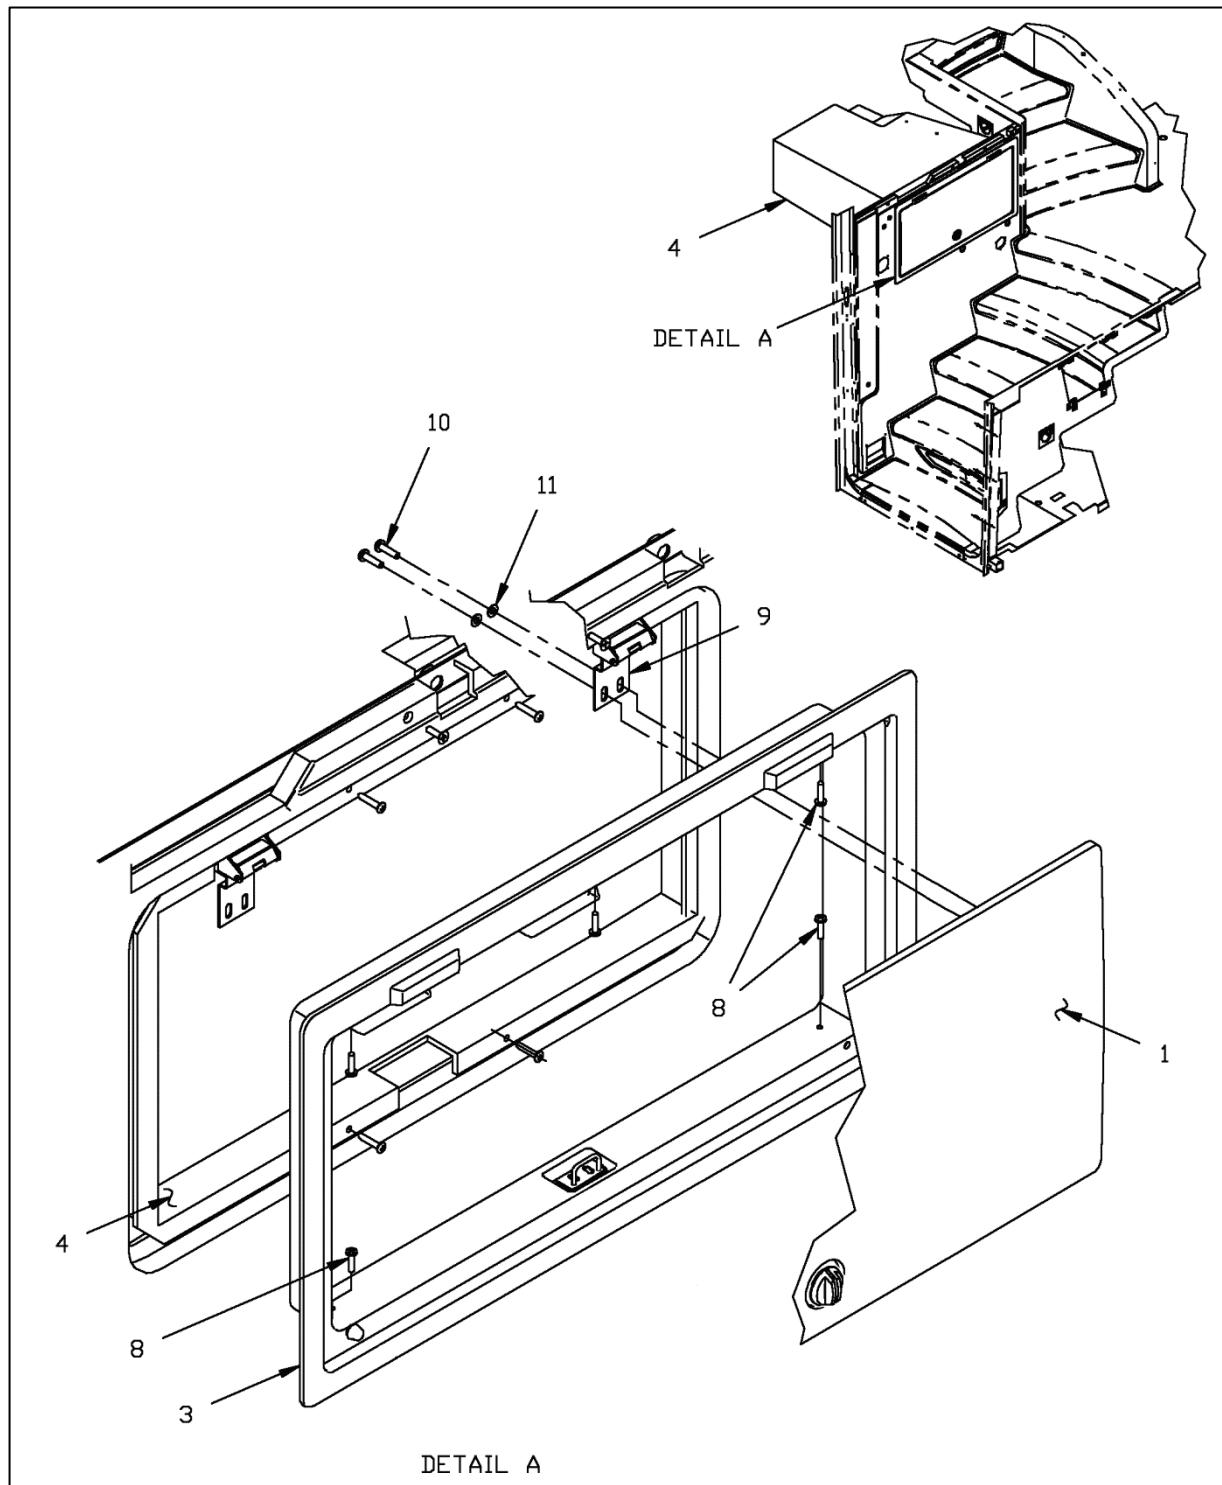

Figure 6
**3.1. Enlever le cadre (Fig. 6 item 3).**
**3.2. Enlever la penture (Fig. 6 item 9, Fig. 8).**
Poursuivez en enlevant la paroi intérieure du coffre. (Fig. 6 item 4).